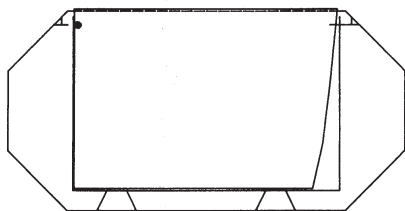

Fig. 6
- vicino alla vite del punto di rotazione per fari orientabili (fig. 6)